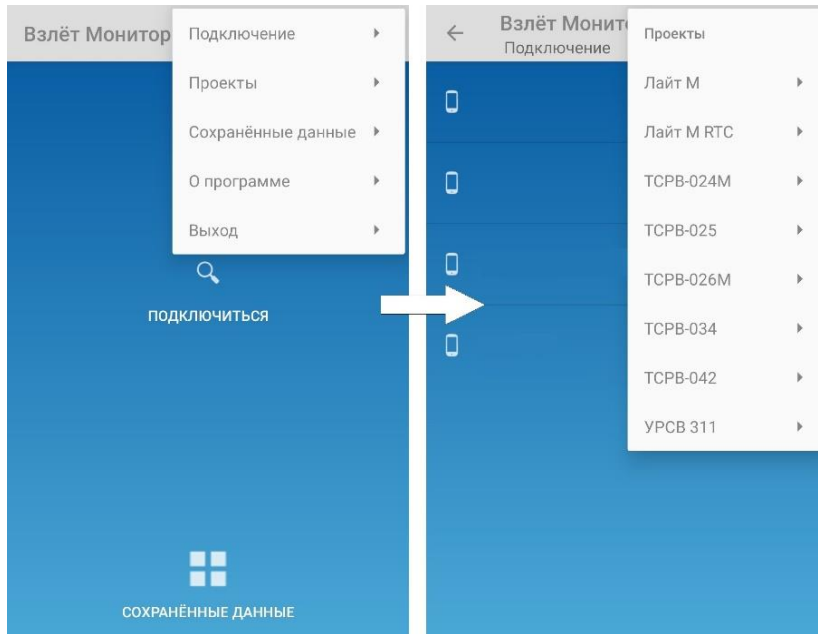

Рис.31. Меню приложения.
3.3.10. Меню приложения «Взлет Монитор» открывается нажатием на кнопку . Меню также содержит раздел **Проекты**, где представлен список поддерживаемых приборов для работы с данным приложением (рис.31).